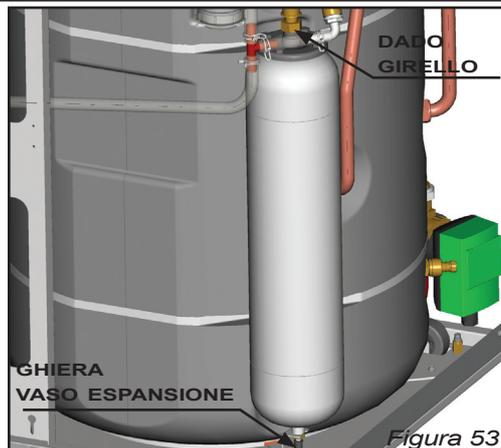

Figura 53
- 2) Allentare la ghiera del vaso espansione sanitario (figura 53).
- 3) Allentare il dado girello del gruppo 3 vie (figura 53).